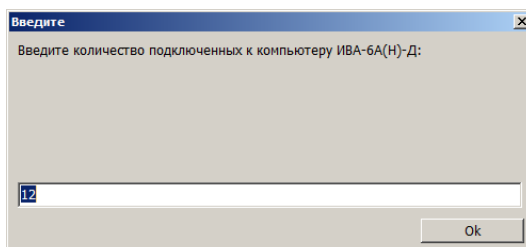

Рисунок 18 – Ввод количества поверяемых приборов.
9.3.4. Введите количество подключенных приборов (Рисунок 18).